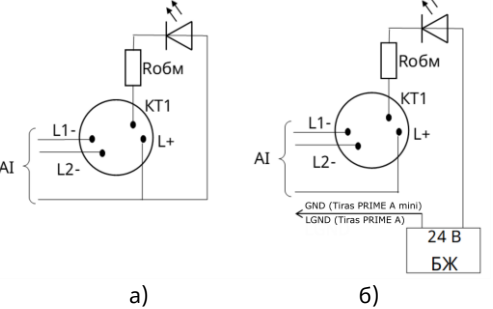

Рисунок 4.2 – Підключення ВПОС або світлодіода
4.2 Якщо за проектом використовують ВПОС з живленням від АІ, то його мінусовий контакт з’єднують з гвинтовою клемою з маркуванням «2» (КТ1), а плюсовий – гвинтовою клемою з маркуванням «1» (L+) (Рис. 4.2а, наявність RоБм залежить від типу ВПОС і його робочого струму). Замість ВПОС допускається підключення світлодіода через резистор RоБм з опором не менше 10 кОм. Для ВПОС слід підбирати світлодіод з малим струмом споживання (приблизно 1 мА).
Якщо живлення пристроїв виносної індикації передбачають від зовнішнього БЖ, СПДА підключають згідно з Рис. 4.2б. Мінусовий дріт від БЖ підключають до клемми «LГND» ППКП Tiras PRIME A та клемми «GND» ППКП Tiras PRIME A mini. Вихідна напруга БЖ повинна бути не більше 30 В і повинна забезпечувати робочий струм ВПОС.